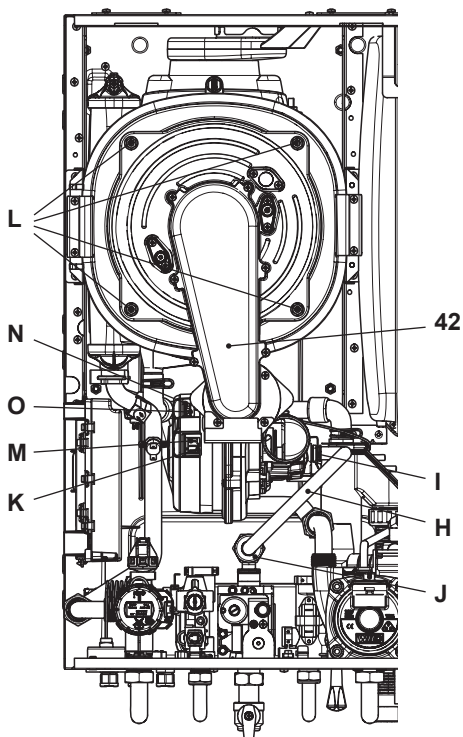

Figura 9.12
Rimozione del gruppo bruciatore ventilatore 42 in Figura 9.12.
- Inserire un cacciavite piano nella rientranza K del connettore M e fare leva verso il basso, contemporaneamente scollegare il connettore M tirandolo frontalmente (Figura 9.12).
- Scollegare il connettore del ventilatore N premendo il gancio in plastica O posizionato nella parte sottostante del connettore (Figura 9.12).
- Svitare i dadi L e rimuovere il gruppo bruciatore ventilatore 42 (Figura 9.12)